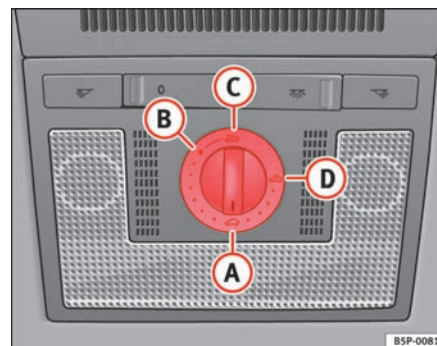

Fig. 71 Udsnit af loftet: drejekontakt til skyde-/vippetag
- Drej kontakten til position **A** ⇒ fig. 71 ⇒ ⚠.